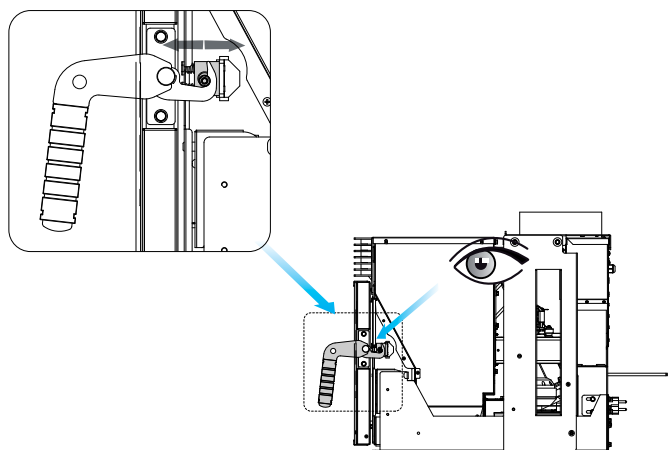

fig. 7.20
- N) Verificare che la molla di blocco dello sportello funzioni correttamente, come mostrato nella fig. 7.20